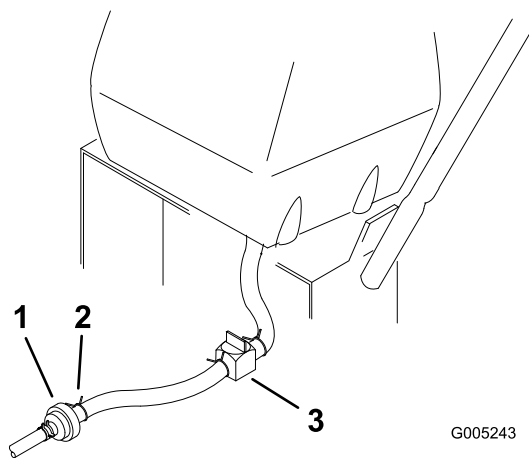

Figura 27
3. Chiudete la valvola d'intercettazione del carburante sul serbatoio del carburante (Figura 27).
4. Premete le estremità della fascetta stringitubo e sfilatela dal tubo del carburante lontano dal serbatoio (Figura 27).
5. Togliete i tubi del carburante dal filtro del carburante (Figura 27).